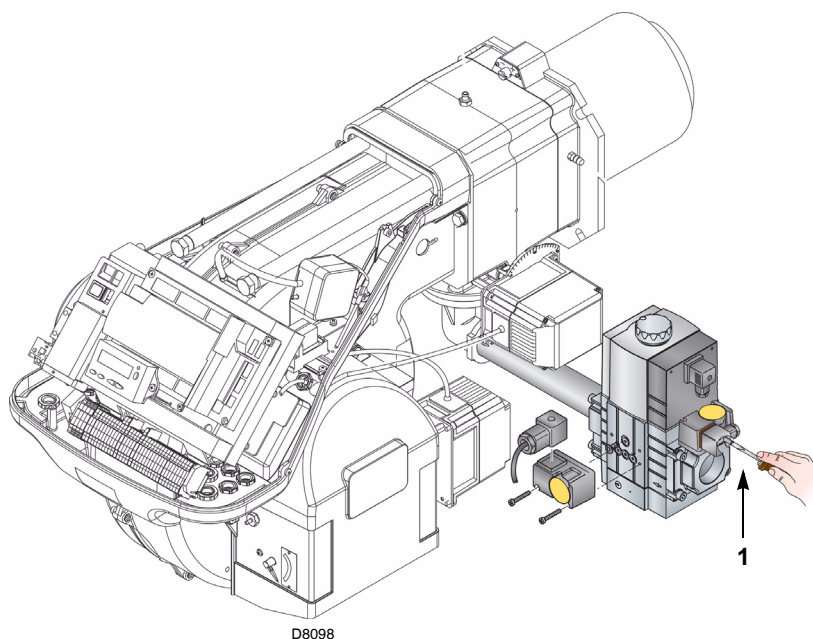

Fig. 27
- Controllare la pressione di alimentazione del gas collegando un manometro sulla presa di pressione 1) (Fig. 27) del pressostato gas di minima: deve essere inferiore alla pressione massima consentita della rampa gas, riportata nella targhetta delle caratteristiche.
- Sfiatare l'aria dalla tubazione della rampa gas, collegando un tubo in plastica sulla presa di pressione 1) (Fig. 27) del pressostato gas di minima. Portare all'esterno dell'edificio il tubo di sfiato, fino ad avvertire l'odore del gas.